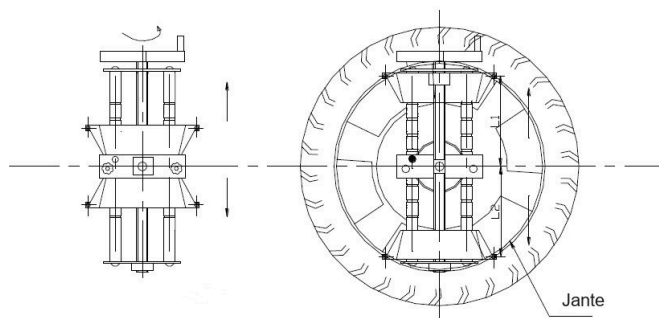

Figura 3.2-1 Montagem da garra
- 1) Rode o manípulo para ajustar as garras ao diâmetro da jante. O sentido de montagem da garra é o indicado na figura 3.2-1;